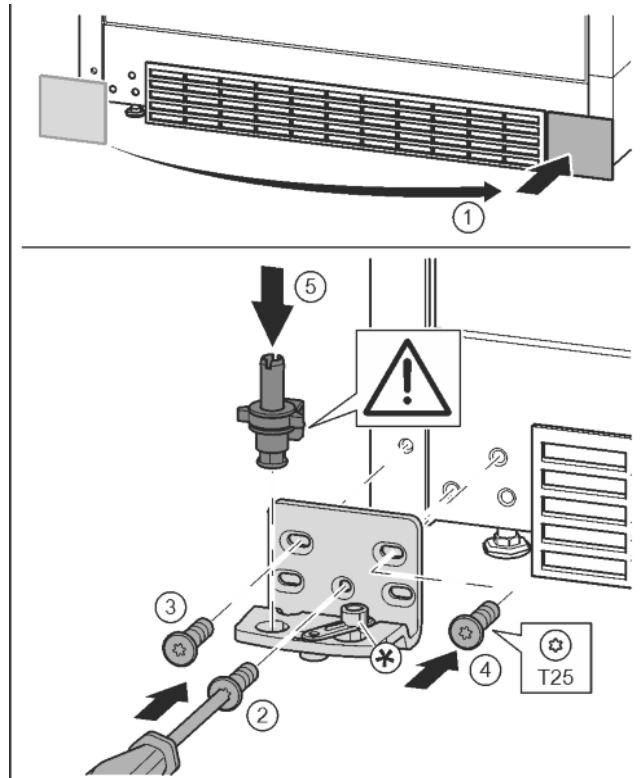

Fig. 17
- ▶ Vegye le a fedelet, és szerelje fel a másik oldalra. *Fig. 17 (1)*
- ▶ A másik oldalra helyezze fel a csapógybakot, és egy T25 csavarhúzóval húzza meg. Középen az alsó 2 csavarral kezdjen. *Fig. 17 (2)*
- ▶ Húzza meg a 3 és 4 csavart. *Fig. 17 (3, 4)*
- ▶ Helyezze be a teljes csapszeget. Ügyeljen közben arra, hogy a bekattanó bütyök hátrafelé mutasson. *Fig. 17 (5)*